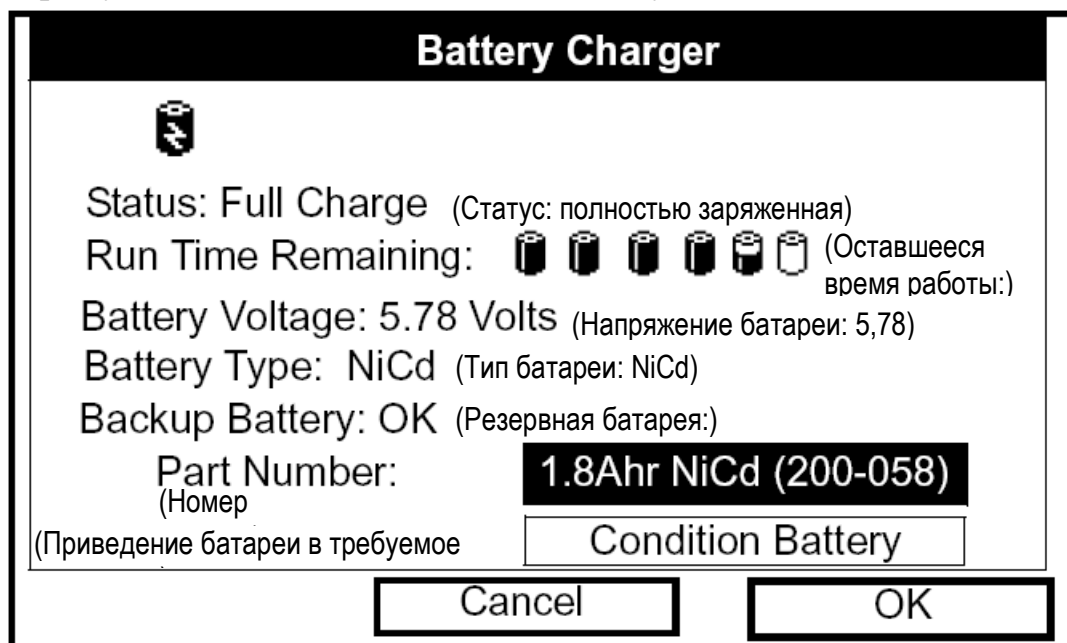

Рис. 7-3: Окно Battery Charger
1. В меню Meter перейдите к пункту Battery и нажмите клавишу [ENTER]. При этом откроется окно Battery Charger (зарядка батарей), как показано ниже на рис. 7-3.